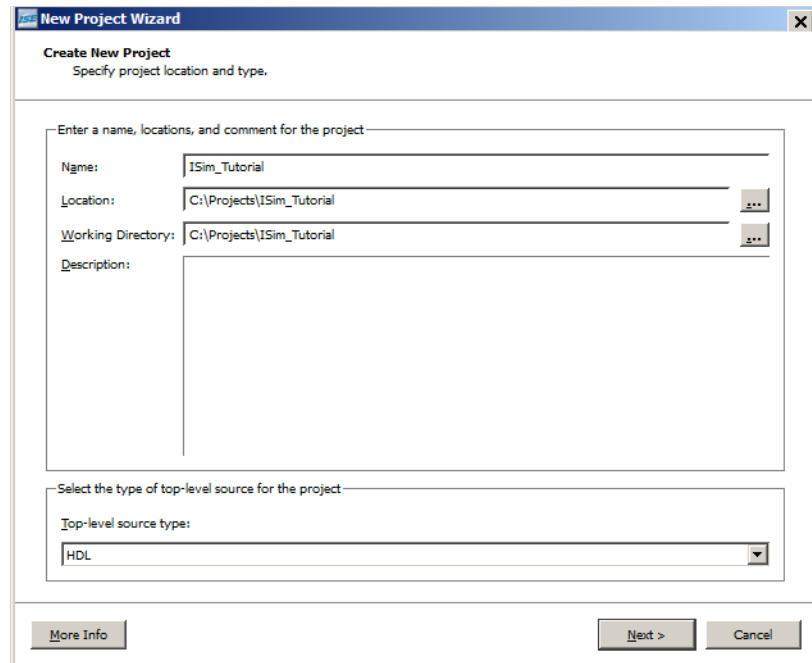

図 2-2 : New Project Wizard :[Create New Project] ページ
3. 図 2-2 に示すように [Create New Project] ページでプロジェクトの名前および保存場所を入力します。